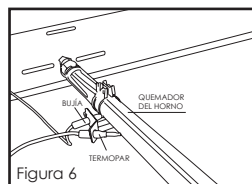

Figura 6
**NOTA:** Su estufa cuenta con **termostato de seguridad**, observe junto al quemador horno y la bujía se integra un **termopar**, que solo aplica para estos modelos (Figura 6).